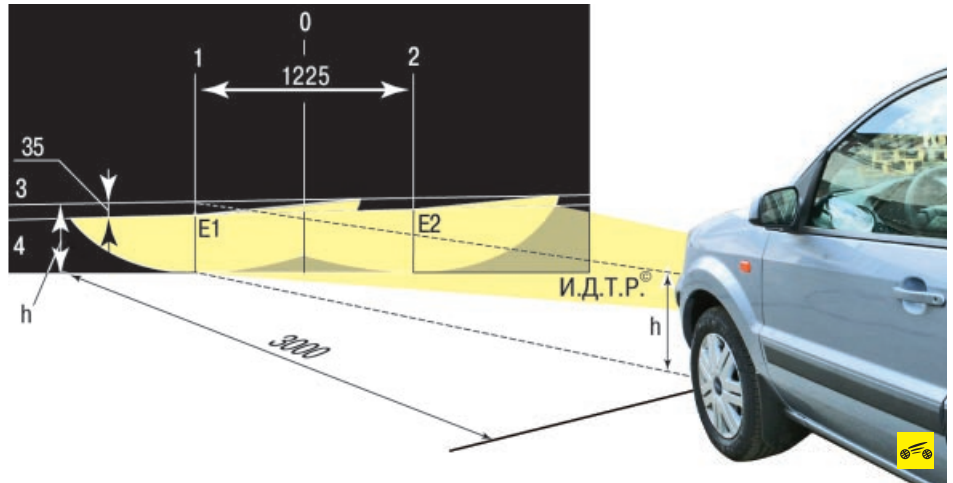

Рис. 10.6. Регулировка света фар
2. Установите автомобиль перпендикулярно гладкой стене (например, в гараже) на расстоянии 3 м. Положите на сиденье водителя дополнительный груз массой 75 кг. Разметьте на стене экран, как показано на рис. 10.6. Продольная плоскость симметрии автомобиля должна проходить по линии 0 на экране. Качните автомобиль сбоку, чтобы самоустановились пружины подвесок.